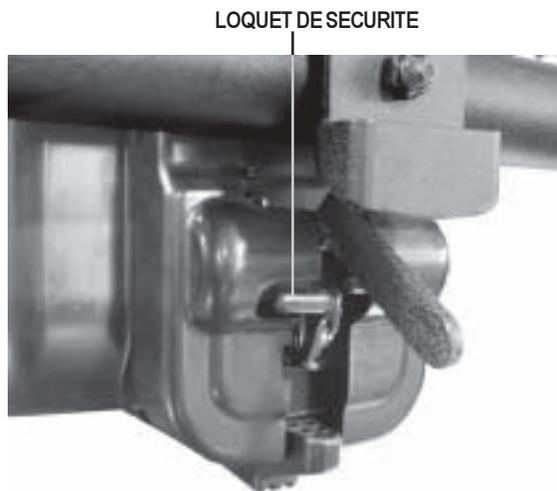

Figure 7. Position débrayée (au neutre)
1. Pesez sur le fermoir de sécurité et tirez sur le levier pour débrayer le fauteuil et passer au neutre. Voir la figure 7.